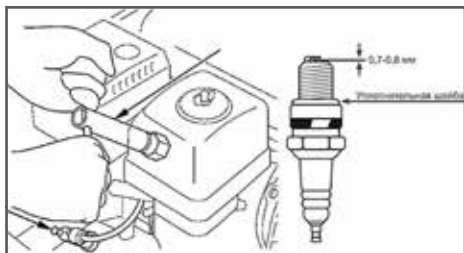

Рис. 24 Обслуживание свечи зажигания
1. Отсоедините колпак свечи зажигания и удалите грязь вокруг свечи зажигания (Рис. 24).
4. Измерьте зазор между электродами свечи зажигания специальным щупом. Зазор должен быть $0,7-0,8$ мм (Рис.24). При увеличении, или уменьшении требуемого зазора, рекомендуется заменить свечу, так как регулировка зазора может привести к изменению качества искрообразования.